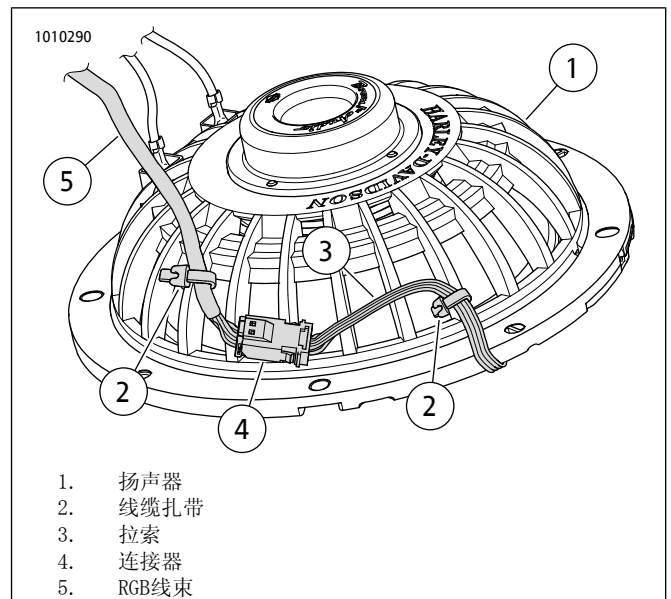

图30。扬声器背面：线缆和线缆扎带
- a. 参见图30。将灯模组的连接器(4)插入RGB线束。